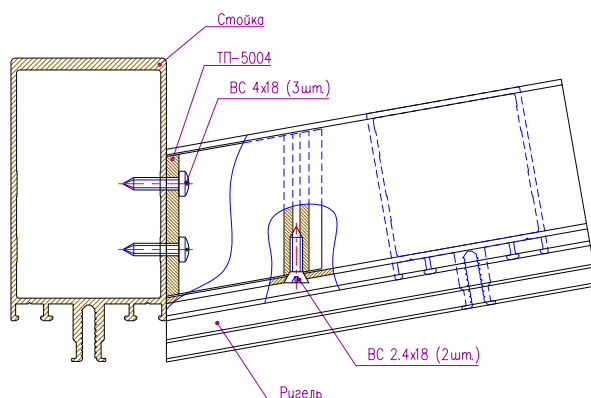

Рис. 6-4 Соединение стойки с повернутым ригелем
- При присоединении ригеля к стойке под углом в плане, применяется П-образная закладная деталь ТП-5004, обработанная на угол поворота витража (рис.6-4);